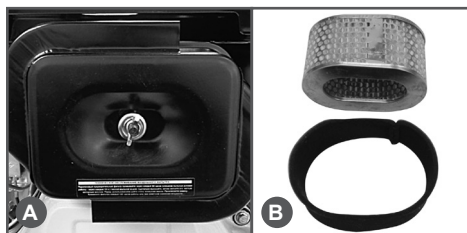

Рис. 20 Обслуживание воздушного фильтра
2. Открутите барашковую гайку и снимите крышку воздушного фильтра (Рис. 20А).
Воздушный фильтр состоит из двух фильтрующих элементов (Рис. 20В):